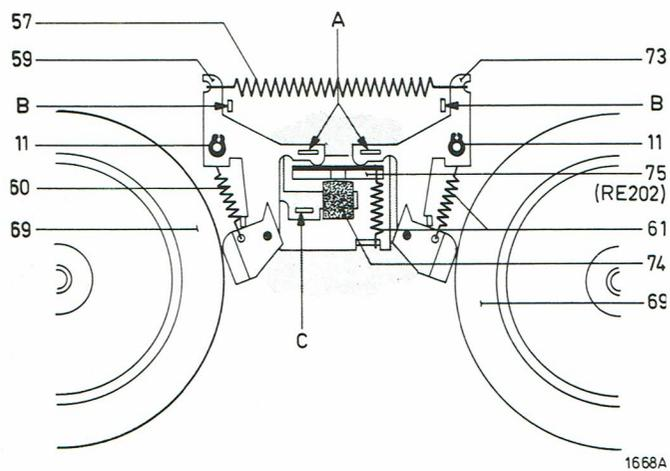

Fig. 12
- Lorsque l'aimant est excité, la distance entre les sabots de freinage sur les étriers 59 et 73 et les plateaux à bobine doit être de 0,6 — 0,7 mm. Le réglage est effectué en courbant les pattes A. Veiller à ce que la distance à droite et à gauche soit égale (voir fig. 12).
- Lorsque les sabots de freinage appuyent, la distance entre les pattes B et les étriers de freinage doit être de 0,2 — 0,3 mm. Le réglage se fait en courbant les languettes B (voir fig. 12).
- Lorsque les patins de freinage culbutent (la face ronde des patins contre les plateaux à bobine), la distance entre l'enduit d'aimant et les étriers de freinage (59 et 73) doit être de 0,3 — 0,4 mm. Le réglage se fait en courbant la patte C (voir fig. 12).
La force de freinage est égale à la lecture de l'instrument x rayon de la bande enroulée. Le réglage se fait en raccourcissant, tirant ou remplaçant le ressort 57 (voir fig. 12).